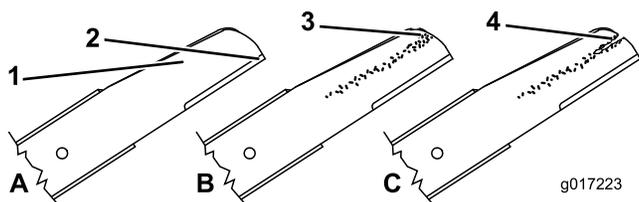
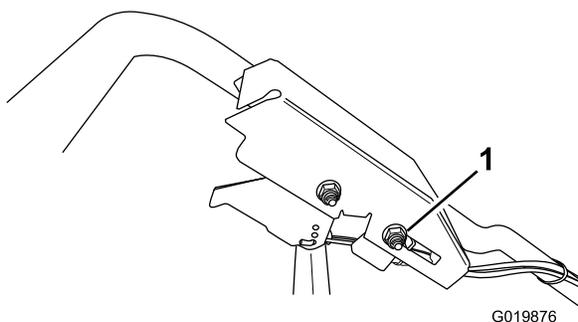

Figura 36
Figura 42
- Inspeccione as extremidades de corte (Figura 36). Se as extremidades não estiverem afiadas ou estiverem amolgadas, retire e afie as lâminas.
2. Inspeção as lâminas, especialmente a área curva (Figura 42). Se verificar quaisquer danos, desgaste, ou a formação de ranhuras nesta área (Figura 36), substitua imediatamente por lâminas novas.
2. Desaperte a porca de suporte do cabo (Figura 42).